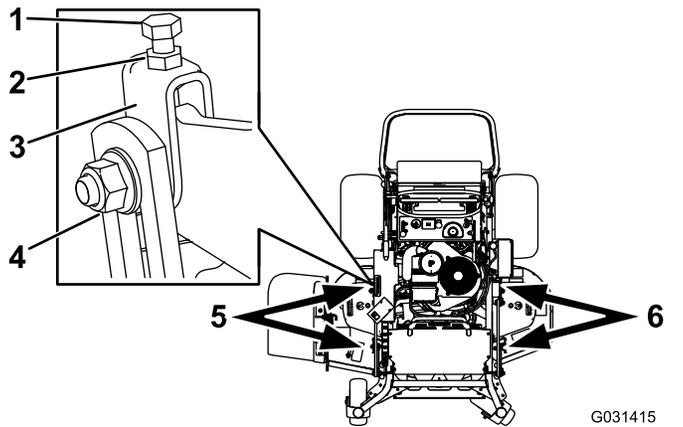

Figure 88
1. Desserrez l'écrou latéral et l'écrou de blocage dans les chapes que vous voulez régler (Figure 88).
2. Tournez le boulon supérieur de ces chapes pour régler la hauteur du tablier de coupe (Figure 88).